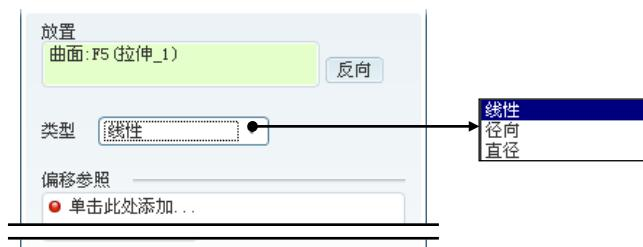
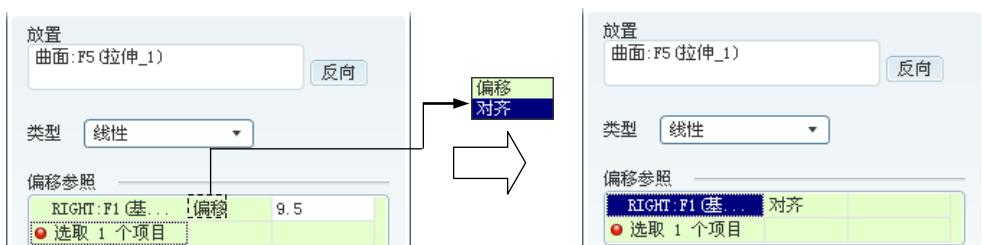
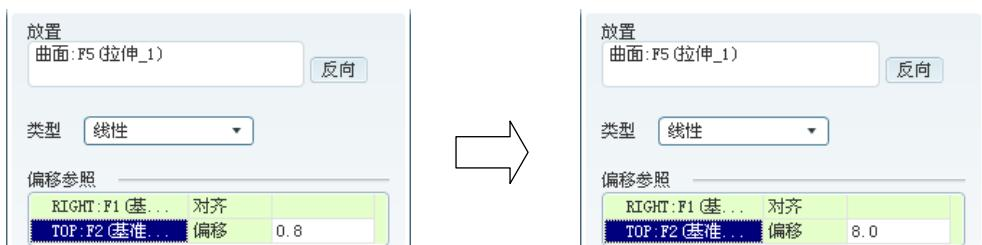

图 5.14.4 “放置”界面
图 5.14.5 定义第一线性参照
图 5.14.6 定义第二线性参照
(2) 定义孔放置的方向。单击图 5.14.2 所示的操控板中的 **放置** 按钮，系统弹出图 5.14.4 所示的界面，单击该界面中的 **反向** 按钮，可改变孔的放置方向（即孔放置在放置参照的那一边）。本例采用系统默认的方向，即孔在实体这一侧。
(4) 定义偏移参照及定位尺寸。单击图 5.14.4 中的**偏移参照**下的“单击此处添加...”字符，然后选取 RIGHT 基准平面为第一线性参照，将距离设置为**对齐**，如图 5.14.5 所示；按住 Ctrl 键，可选取第二个参照平面 TOP 基准平面，在后面的“偏移”文本框中输入到第二线性参照的距离值 8.0，再按 Enter 键，如图 5.14.6 所示。